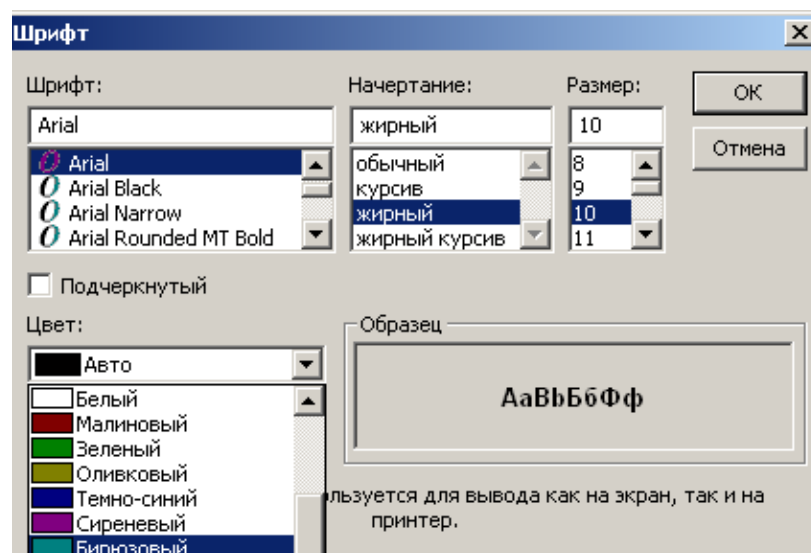

Рис. 2.25. Диалог **Font** (Шрифт)
- Выберите команду меню **Format** ⇒ **Font** (Формат ⇒ Шрифт). На экране появится диалог **Font** (Шрифт) (рис. 2.25).